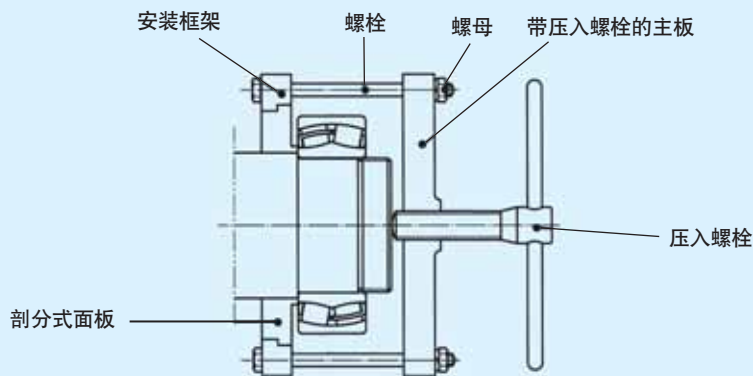
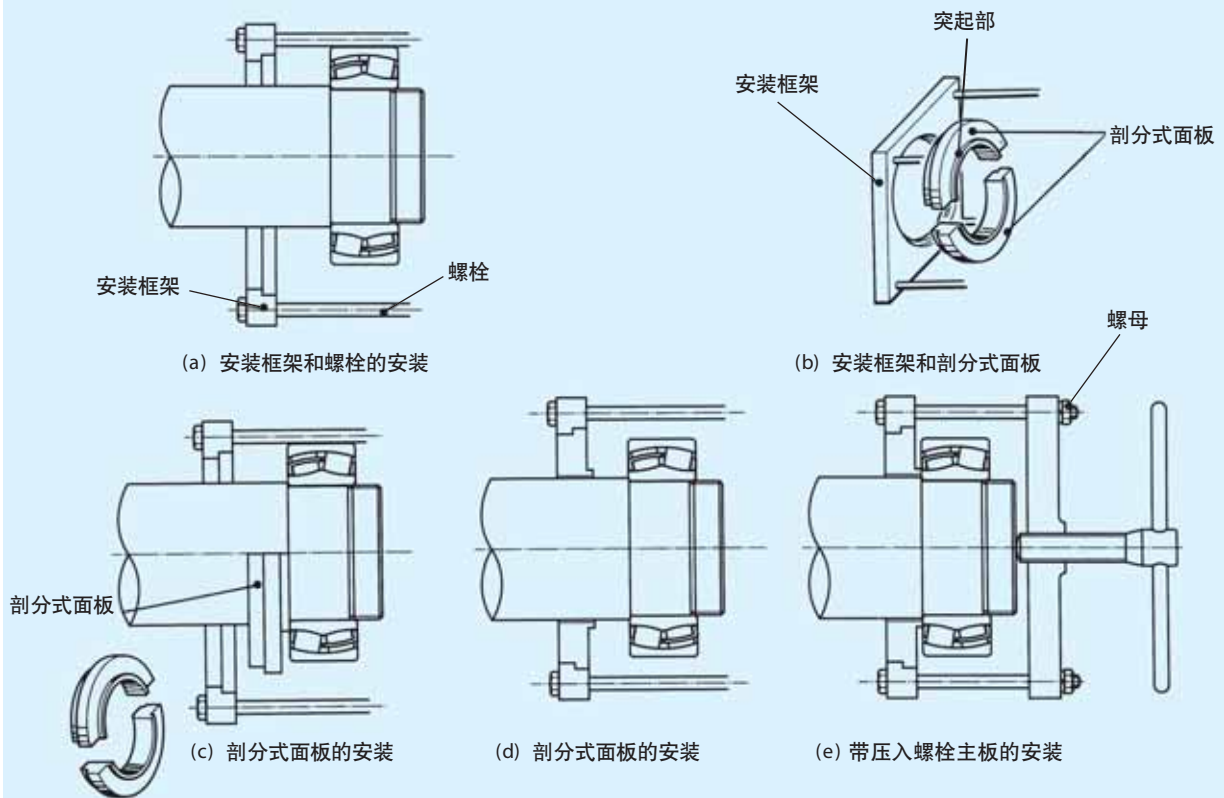

图 7.1 专用拉拔器的安装状况
图 7.2 使用专用拉拔器拆卸
常用的拆卸工具之一专用拉拔器(见图7.1)的使用方法请参照图7.2。专用拉拔器的结构如图所示,由带压入螺栓的主板、剖分式面板、安装框(架)以及4根螺栓和螺母构成。
- 1)将4根螺栓安装在框架上插入轴承后侧。(因此,安装框架的剖分式面板的直径,应大于拆卸轴承的外径。)(图 7.2(a))
- 2)将各剖分式面板安装在安装框架和轴承之间。首先,将剖分式面板内径突出部的端面接触于轴承内圈端面,用各剖分式面板抱住轴组装(见 图7.2
- 3)将剖分式面板安装在安装框架上(图7.2(d))。
- 4)将4根螺栓穿过主板,装上螺母(图7.2(e))。
- 5)以主板的压入螺栓为中心调整,慢慢拧动4根螺栓的各螺母,平稳地调节主板和安装框架。(图7.2(e))。